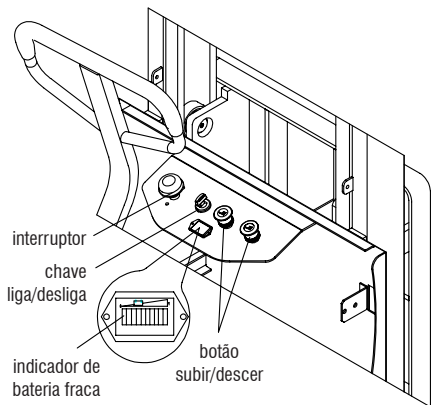

Fig. 3 – Painel de controle
2. Confira se há eletricidade nas baterias, destrave a porta semi elétrica e verifique o coulômetro no painel de controle da empilhadeira. Se uma barra na extremidade esquerda estiver brilhante, isso indica que não há eletricidade (veja a Fig. 3) e que o carregamento deve ser feito imediatamente. É estritamente proibido operar a empilhadeira sem eletricidade, pois isso reduzirá muito a vida útil das baterias e até mesmo poderá danificá-las.